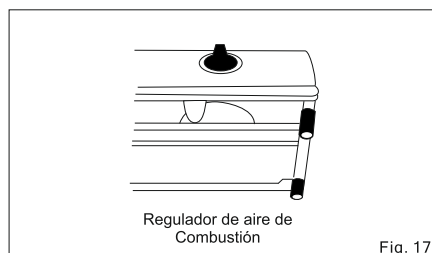

Fig. 17
- Una vez el gas este encendido, gire con atención el regulador hasta que aparezca una llama azul (Fig. 17, 18, 19).